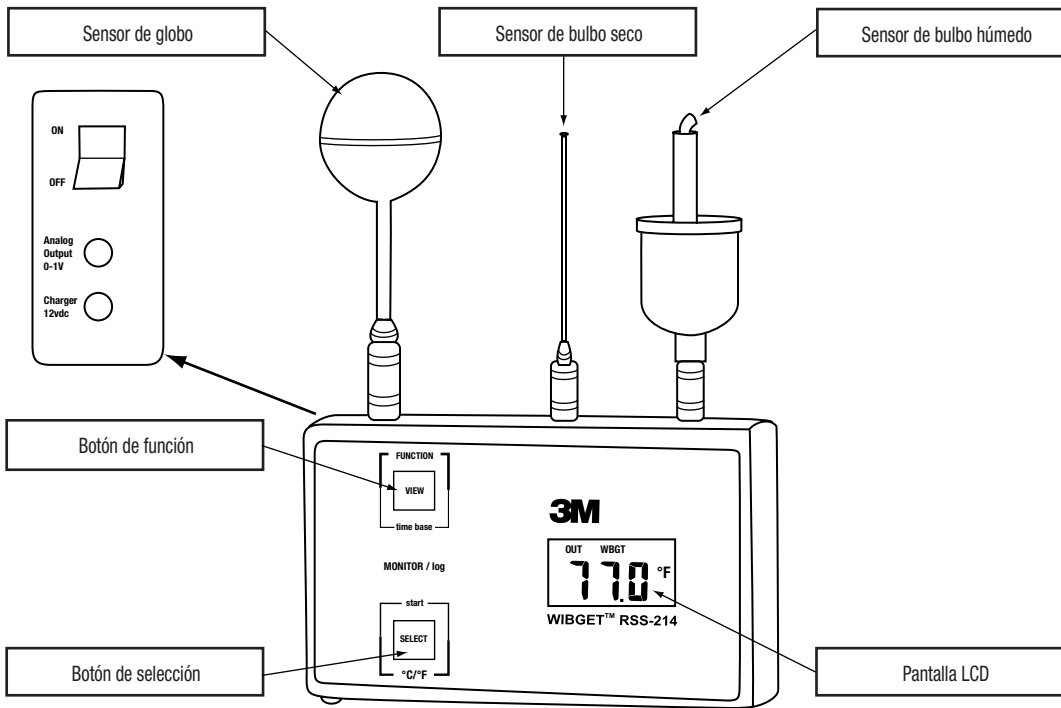

Fig. 1
Los componentes del monitor WIBGET están ensamblados en una caja plástica de 9.5 cm (3.75 pulgs) de altura x 15.7 cm (6.2 pulgs) de ancho x 4.4 cm (1.75 pulgs) de diámetro (Fig 1). En el frente del equipo se encuentra la pantalla (LCD) y los botones FUNCIÓN (*FUNCTION*) y SELECCIÓN (*SELECT*). En el lado izquierdo se encuentra el interruptor de encendido/apagado (*On/Off*), la salida análoga y el enchufe para el cargador. En la parte superior se encuentran los broches para el conector del sensor para los sensores de Globo (GT), Bulbo seco (DB) y Bulbo húmedo (WB). En la parte trasera está la etiqueta con la información sobre seguridad intrínseca y el número de serie.